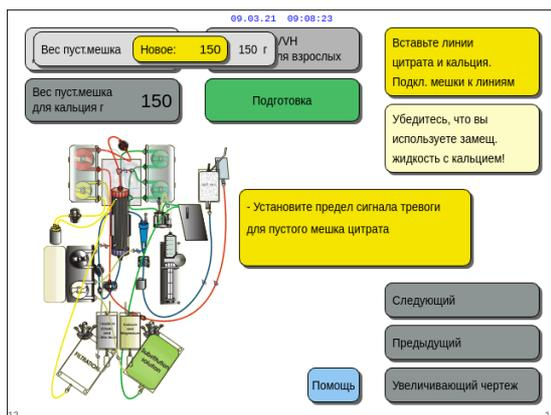

Рис. 73
2. Отрегулируйте новый вес, вращая кнопку *главного селектора* влево или вправо по мере необходимости (рис. 73).